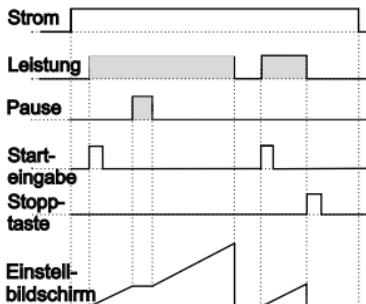

Abbildung 4.3
4.2.1 Wenn Aufwärtszählen **dEct** = 0 und **butF** **b-n** ist, wird das Regelschema in Abbildung 4.3 gezeigt.